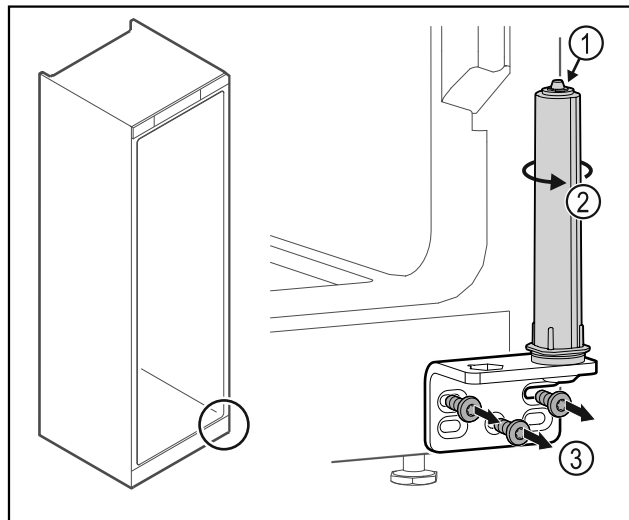

Fig. 37
▶ Не разбирайте систему закрытия двери Fig. 37 (1).
- ▶ Поворачивайте систему закрытия Fig. 37 (2) до щелчка.
- ▶ Отвинтите шарнирные уголки Fig. 37 (3).